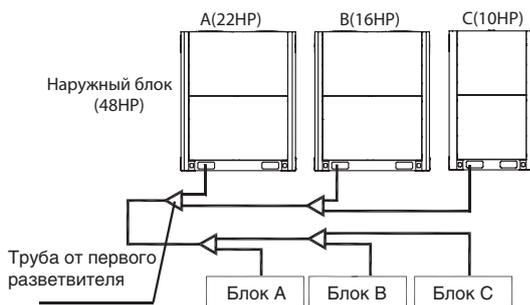

Рис. 4-6
2. Разместите блоки в порядке от большей к меньшей производительности (см. Рис. 4-6).